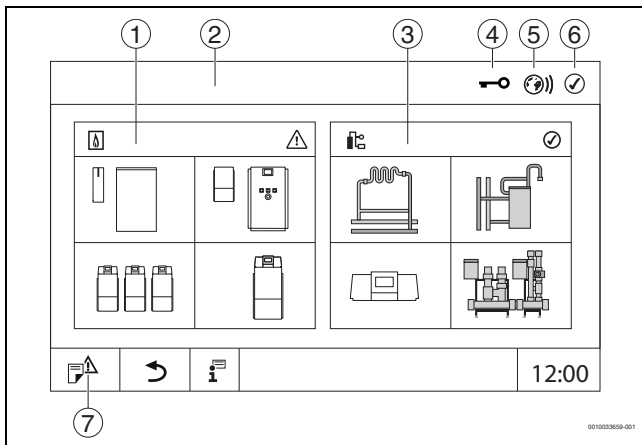

Рис. 2 Обзор системы (пример)
► коснитесь **установка** (→ рис. 2, [3], стр. 7).